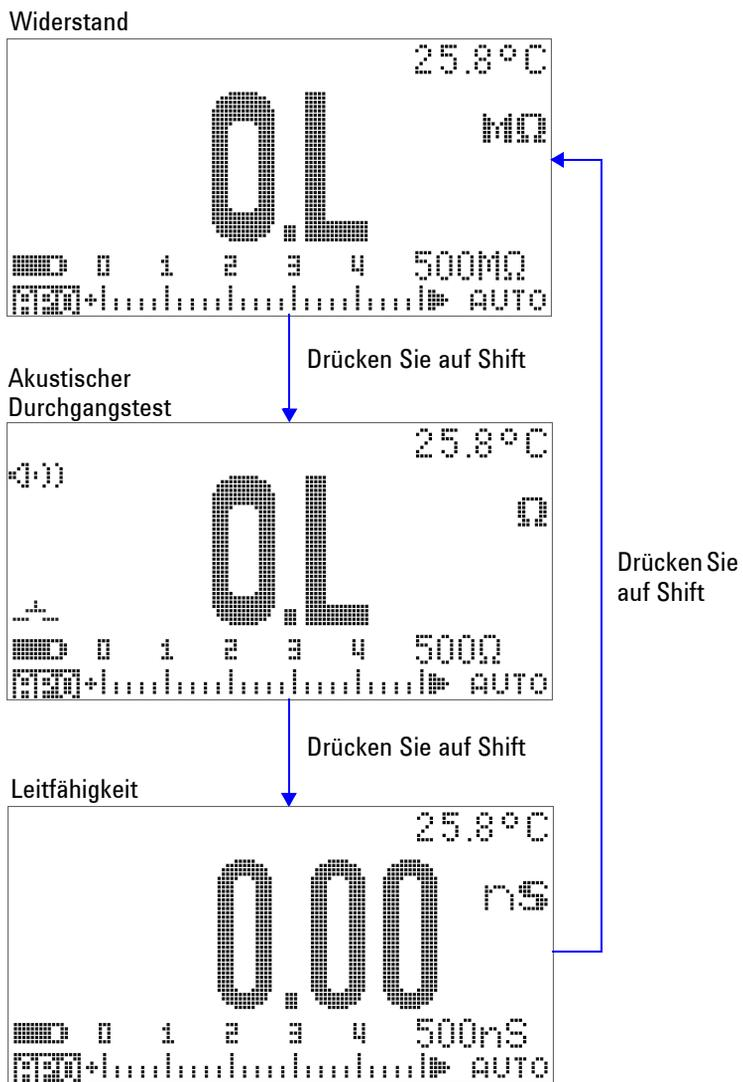

Abbildung 2-9 Widerstands-, akustische Durchgangs- und Leitfähigkeitstests
- 4 Drücken Sie auf , um zwischen dem akustischen Durchgangstest ( oder , abhängig von der Einrichtungskonfiguration), der Leitfähigkeitsmessung () und der Widerstandsmessung ( oder ) zu wechseln (siehe Abbildung 2-9 auf Seite 43).